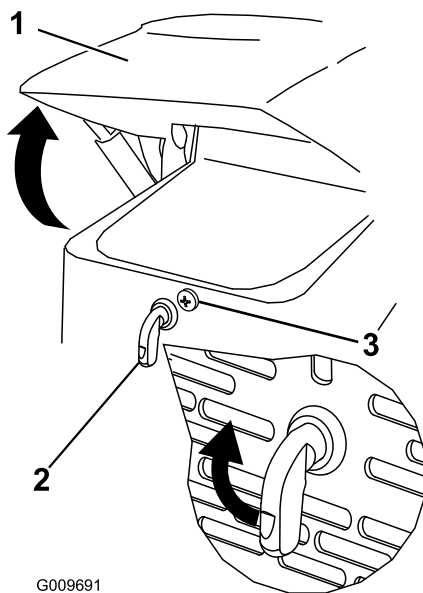

Bild 27
1. Lösen Sie die Arretierschraube an der Motorhaube (Bild 27)
3. Ziehen Sie die Arretierschraube der Motorhaube fest, um den Riegel zu arretieren (Bild 27).
2. Drehen Sie den Motorhaubenriegel nach rechts (Bild 27).
3. Klappen Sie die Haube hoch (Bild 27).